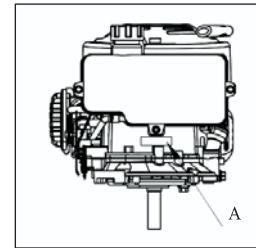

Fig. 15 A: Locatie serienummer
13.1 LOCATIE SERIENUMMER (Zie Fig. 15)